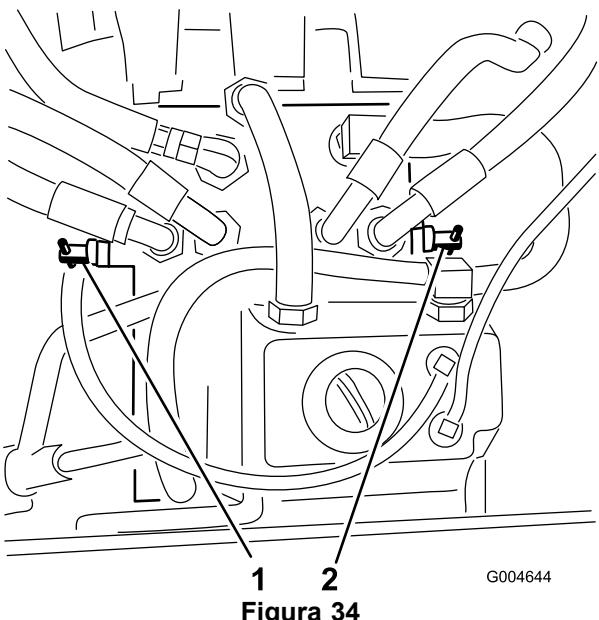

Figura 34
- Girate ogni valvola di bypass di un giro in senso antiorario (Figura 34).
Girate ogni valvola di bypass di 1 giro in senso orario e serratela (a una coppia di 8 Nm circa) (Figura 34).